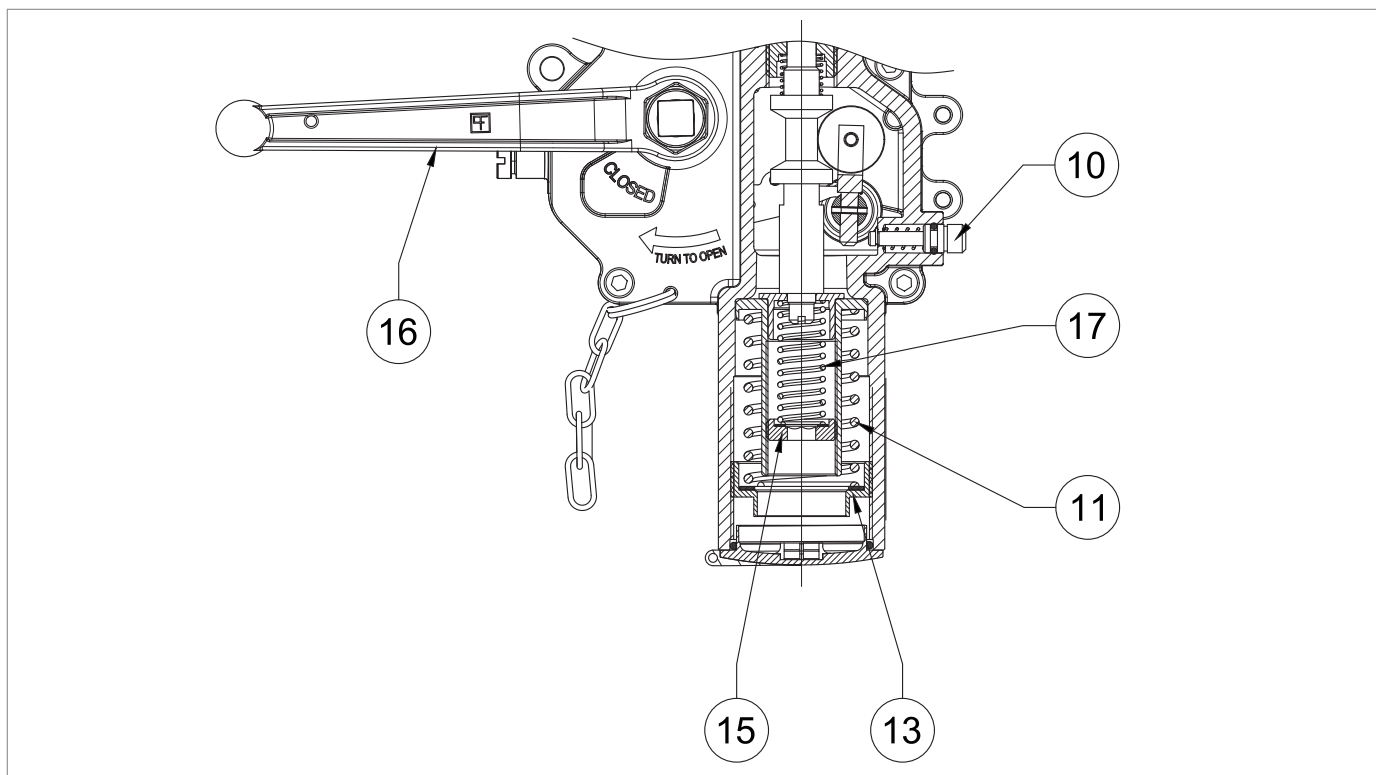

Fig. 8.12. Taratura dei pressostati SN
2	<p>Verificare che la valvola di blocco (3) sia in posizione di chiusura.</p> <div style="border: 1px solid blue; padding: 5px;"> <p> AVVISO!</p> <p>Se la valvola di blocco (3) è in posizione di apertura, chiuderla tramite pulsante manuale (Fig. 8.12, rif. 10).</p> </div>
5	Pressurizzare lentamente la linea di trasporto o di regolazione, agendo sulla leva di riarmo (Fig. 8.12, rif. 16) della valvola di blocco (fare riferimento alla sezione “Funzionamento” del par. 4.2), controllando che la pressione di valle (Pd) indicata dal manometro di valle (5) sia inferiore del 20% del valore di intervento del pressostato.